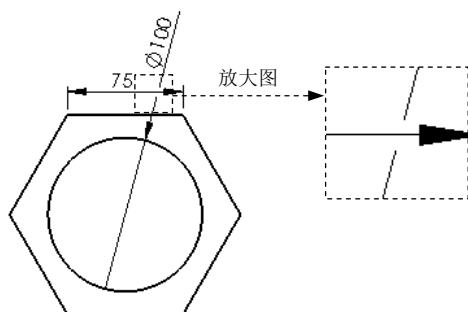

图 6.3.36 折断线
- ☒ 折断线(B) 复选框: 选中此复选框时, ☒ 折断线(B) 区域被激活, 此时, 当前标注的尺寸线如果和其他尺寸线相交, 该尺寸线在相交处将被打断, 如图 6.3.36 所示。该区域的 ☒ 使用文档间隙(G) 复选框用于设置折断线间隙, 选中该复选框时, 折断线间隙接受“选项”对话框中的设置; 不选中该复选框时, 可以自定义折断线间隙。